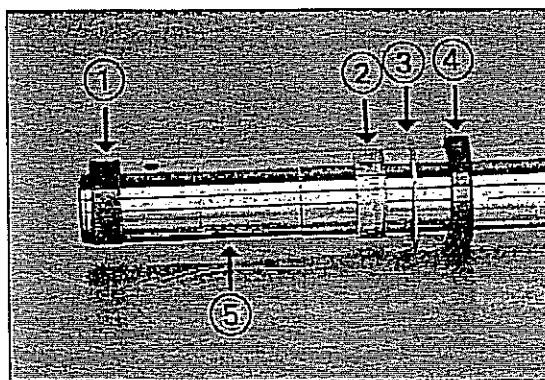
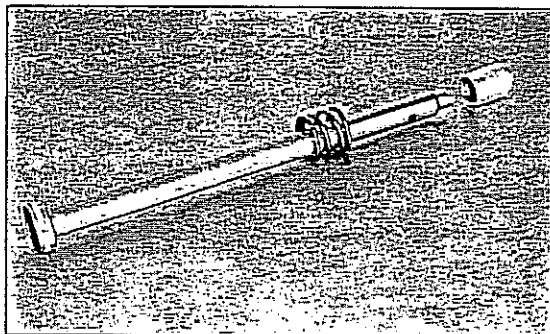
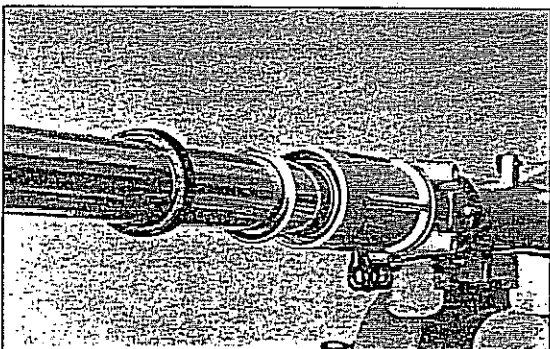

Bild 197
Bild 199 ►
Bild 201
- Stand- und Gleitrohrbuchse von Hand auf Standrohr anbringen, siehe Bild 197. Nylon-Kolbenring (siehe Bild 198) von Hand auf Dämpferkolben anbringen und diesen samt Druckfeder von oben durch Standrohr durchstecken, Öldichtstück auf Ende des Dämpferkolbens aufsetzen und Standrohr in Tauchrohr einschieben. Siehe Bild 199.
- Um die Tauchrohrbuchse einzutreiben, muss der abgedrehte Bereich des Standrohrs (siehe Bild 197) im Bereich des Lagersitzes sein. Es folgen Stützring und Wellendichtung. Diesen mit Gabelöl anfeuchten und mit der Beschriftung nach oben entweder mit passendem Rohrmaterial oder schrittweise über Kreuz mit langem Dorn eintreiben. Anschlagring in die Nut des Gleitrohrs einsetzen und darauf achten, dass dieser einwandfrei in seiner Nut sitzt. Staubdichtung einsetzen. Siehe Bild 201.